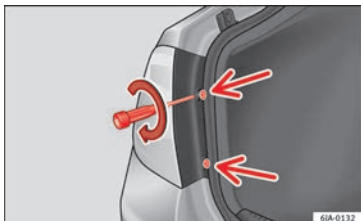

Fig. 102 Monter l'unité des feux arrière.
- Avec le tournevis fourni ou une clé Torx 20 (T20), vissez (dans le sens des aiguilles d'une montre »» fig. 102) les deux vis de fixation de la zone avant du feu.